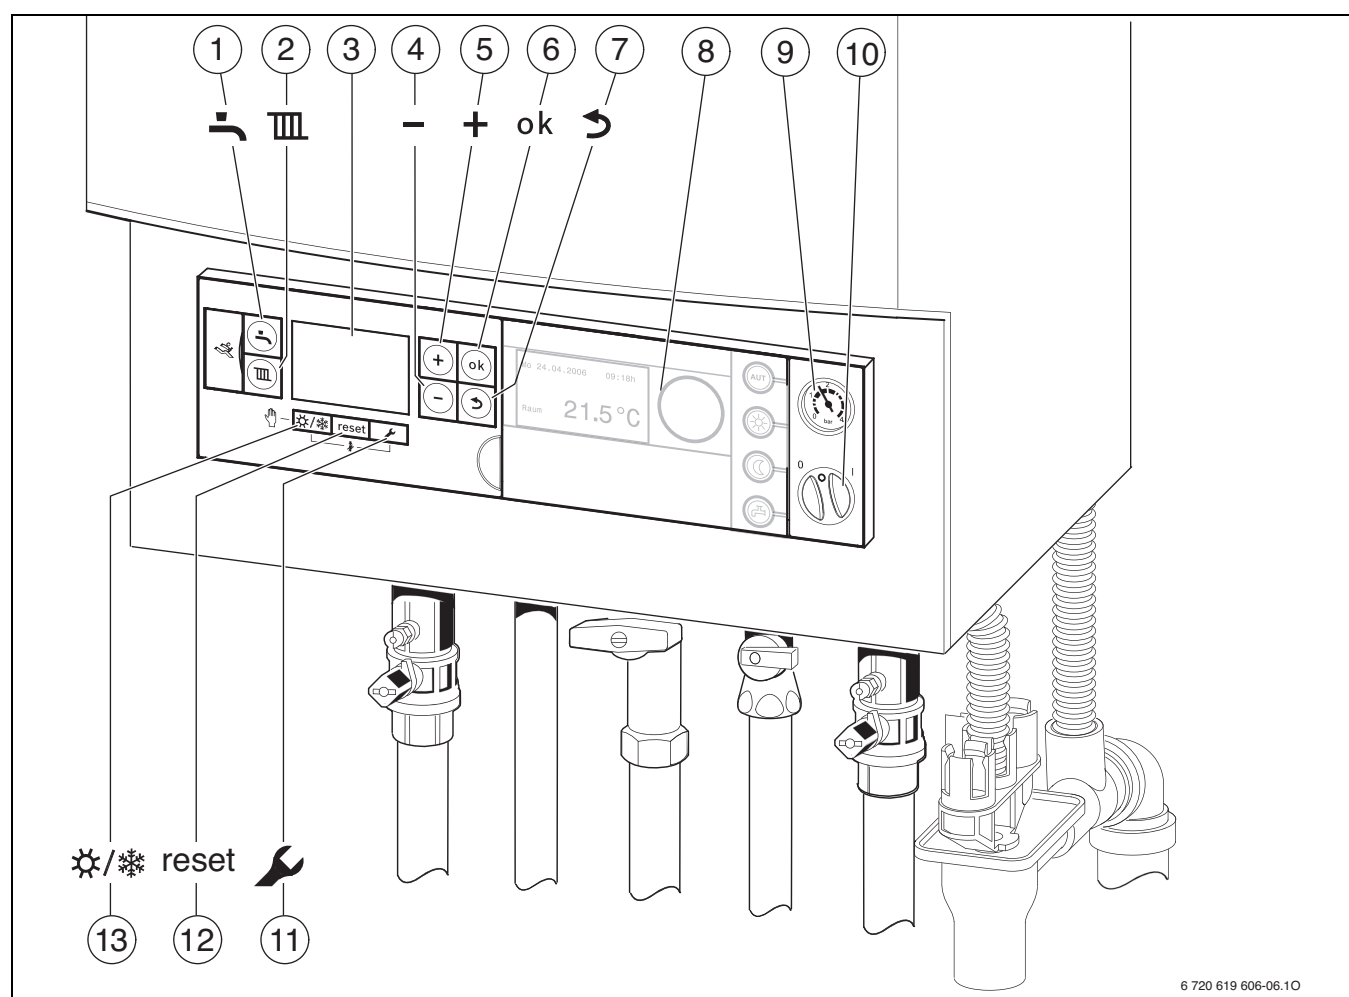

Fig. 5
- unità di servizio RC35 installata nell'apparecchio, → fig. 5, [8].